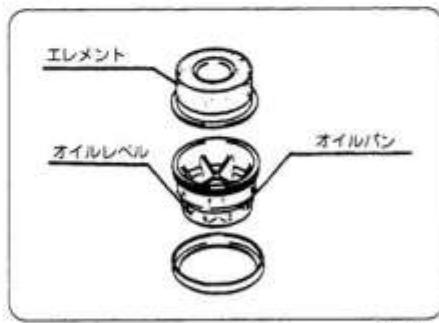

図37
- ②オイルが不足しているときは、オイルレベルまで補充してください。汚れがひどいときはオイルパン・エレメント共、白灯油で洗浄しエレメントはエンジンオイルに浸し滴下しない程度に振り切ってください。（図37）
- ③オイルパンはよく洗浄し、新しいエンジンオイル（SC級以上）をレベルまで入れてください。（図37）